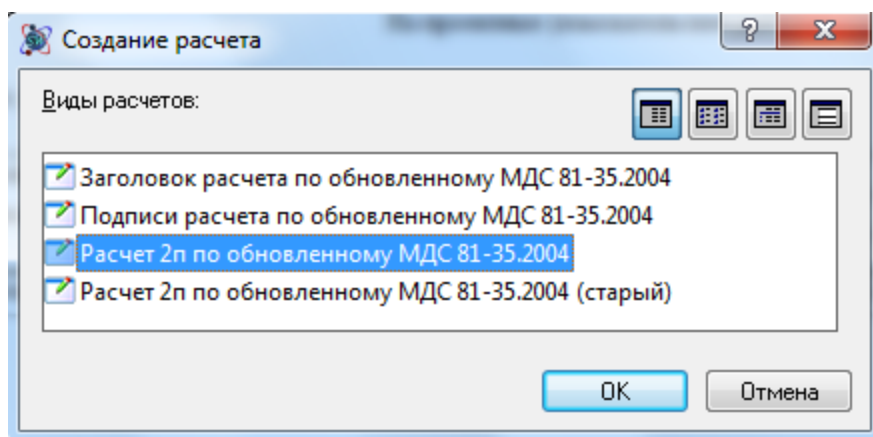

Рис. 1.4 Диалоговое окно Создание расчета
3. В открывшемся диалоговом окне *Создание расчета* (рис. 1.4) выбрать Расчет 2п и нажать на кнопку ОК.